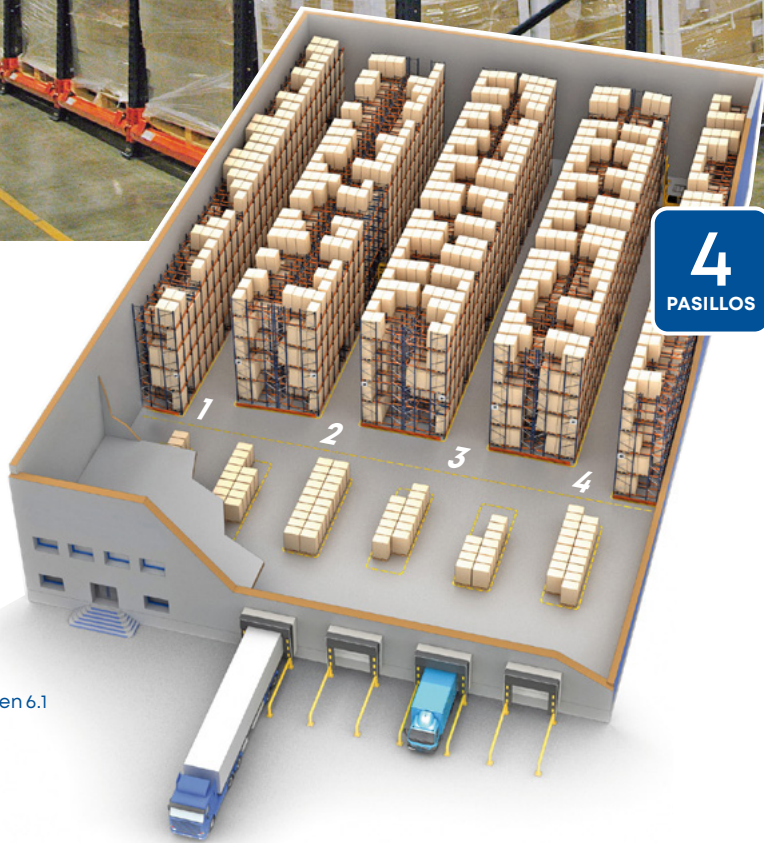

Imagen 6.1
- En una paletización con sistema push-back con carros (imagen 6.1) se pueden instalar niveles de **hasta cuatro palets en profundidad**. Esto permite que el acceso a los palets sea muy ágil.